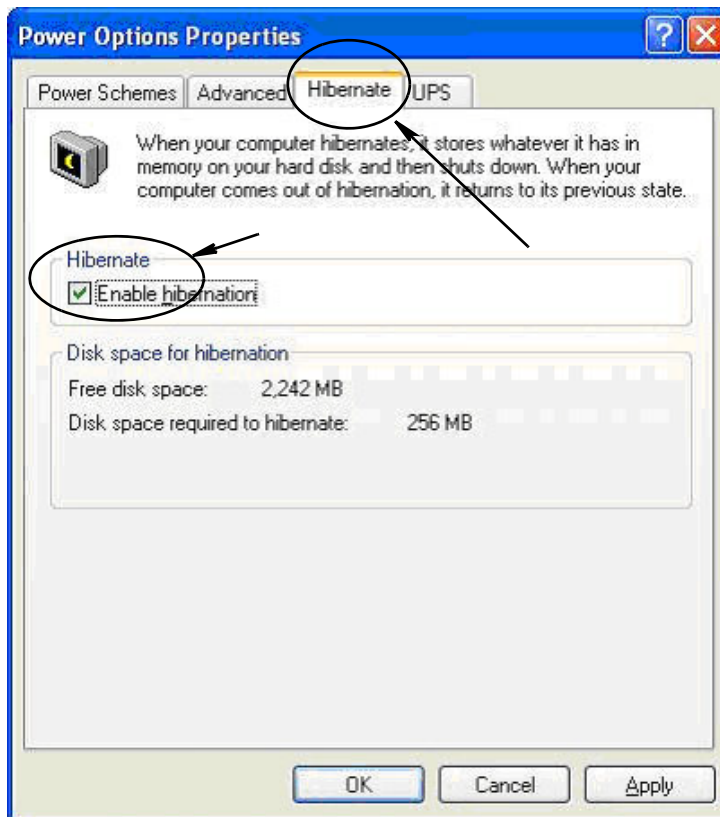

Рис. 15
3. Откройте вкладку «Спящий режим». Если установлен флажок «Разрешить использование режима гибернации», снимите его. Этим вы отмените переход в спящий режим. Нажмите кнопки «Применить» и «ОК», чтобы закрыть все окна (Рис. 15) и сохранить изменения.